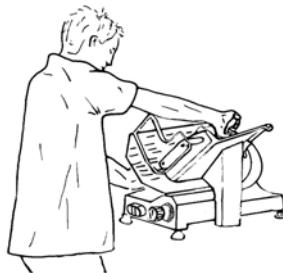

FIG. nr. 3a – Poziția corectă
- pentru a evita accidentele, operatorul trebuie să stea cu fața la mașină și să aibă o poziție corectă: puneteți mâna dreaptă pe împingătorul de carne și pe cea stângă pe deflector (nu atingeți lama); corpul trebuie să fie perpendicular pe suprafața de lucru (vezi FIG. nr. 3a). AVERTISMENT: Atenție maximă: nicio parte a corpului nu trebuie să atingă lama (vezi FIG. nr. 3b).